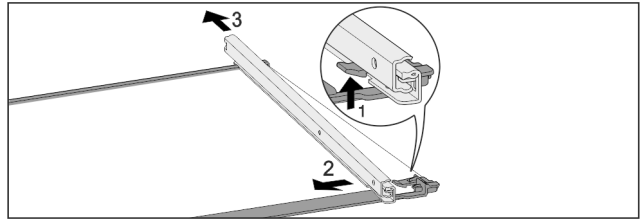

Fig. 124 Glasplatte mit Schienen
- Vordere Rasthaken nach oben drücken. Fig. 124 (1)
- Auszugsschiene zur Seite Fig. 124 (2) und nach hinten Fig. 124 (3) wegschieben.